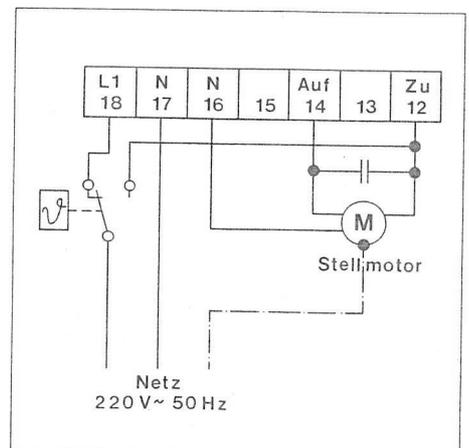

Bild 13 Anschlußschema Maximalbegrenzer
4.1.5 Schalter (Bild 13)
kann entweder im Vorrangfall der Vorlauffühler kurzgeschlossen (Kontakt schließt bei steigender Temperatur) oder der Maximalbegrenzer mit Umschalter nach Bild 13 angeschlossen werden.